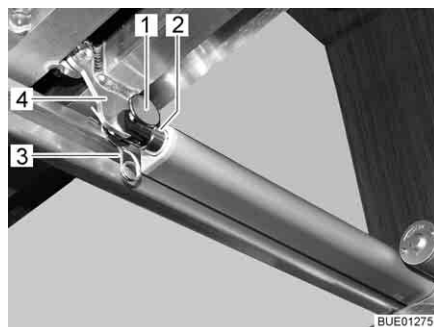

Bild 133 Drivning
- Lossa förbindelsen (t. ex. stift och fjäderkontakt (Bild 133,1 och 3)) mellan skjutstängens (Bild 133,2) och ribbotten (Bild 133,4).